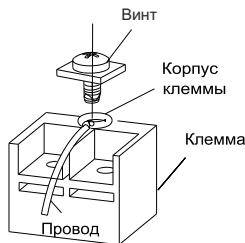

Рис. 4.38
4). Зафиксируйте кольцевые наконечники с проводами в клеммах с винтами с помощью отвертки (Рис. 4.38)
- 4). Зафиксируйте кольцевые наконечники с проводами в клеммах с винтами с помощью отвертки (Рис. 4.38)